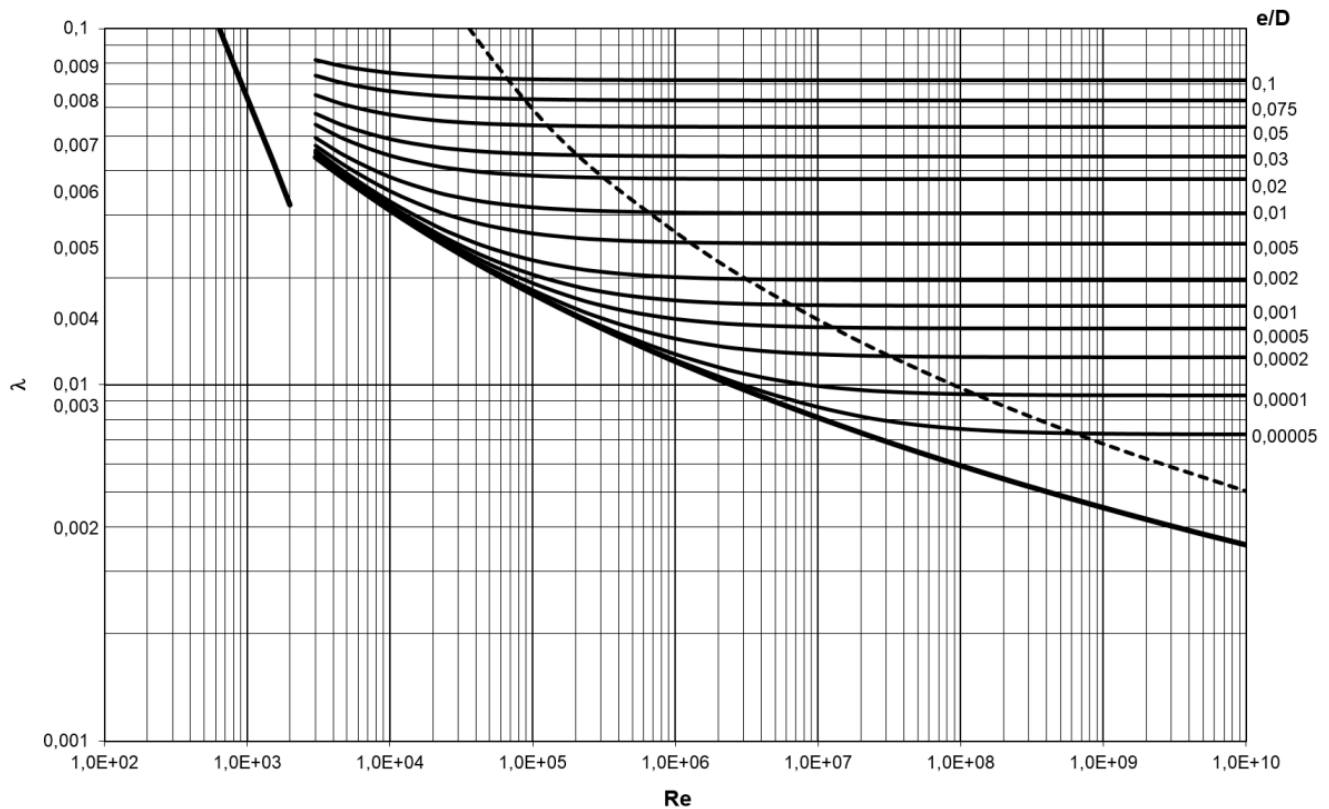

Figure 2 – Abaque de Moody.
- 2 - En utilisant l'abaque donnée figure 2, déterminer le coefficient de perte de charge  $\lambda$  puis la valeur numérique de la chute de pression  $\Delta p$ .